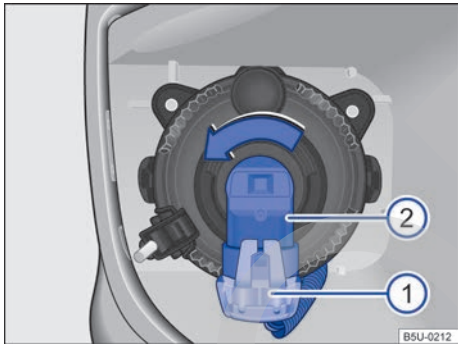

Fig. 182 Cambiar la lámpara incandescente del farol de neblina.
5. Destrobar y retirar el conector de alimentación ⇒ fig. 182 ①.
6. Girar el portalámpara ⇒ fig. 182 ②, en sentido de la flecha hasta el tope en sentido antihorario y retirarlo hacia atrás con la lámpara incandescente.
12. Encajar el conector de alimentación ⇒ fig. 182 ① en el tubo de la lámpara ②. El conector de alimentación necesita encajar de forma audible. ▶